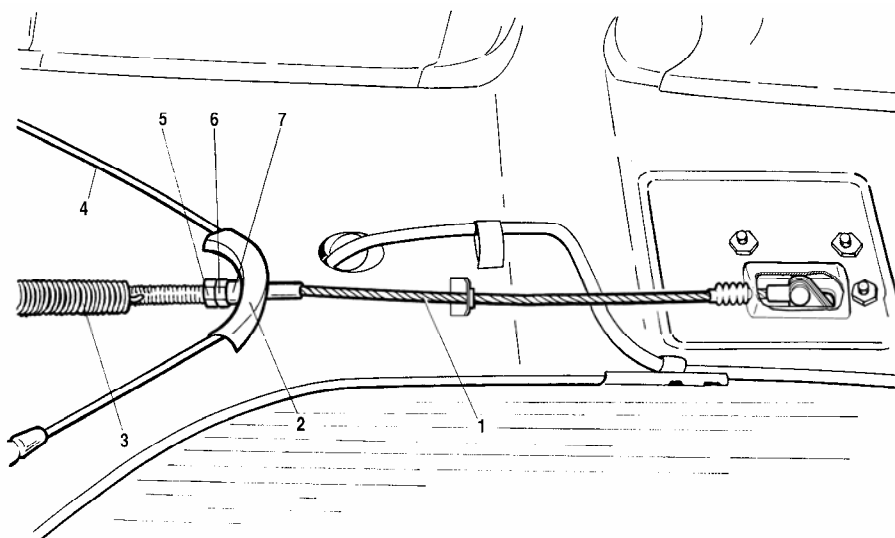

Рис. 6-4. Привод стояночного тормоза:
- ослабьте контргайку 5 (рис. 6-4) и, вращая регулировочную гайку 6, натяните трос 1;